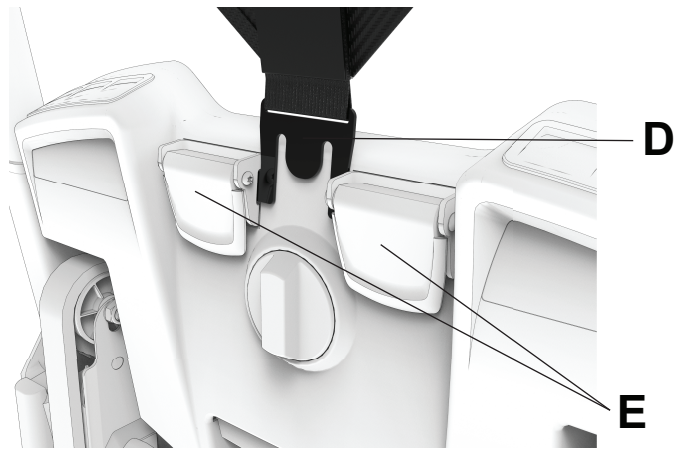

Figura 32 – Inserte el gancho
4. Empuje la pinza de plástico (D) situada en la parte inferior del soporte para la cabeza entre las dos monturas de levas negras del PCS (E) situadas en la parte posterior de la silla (Figura 32).